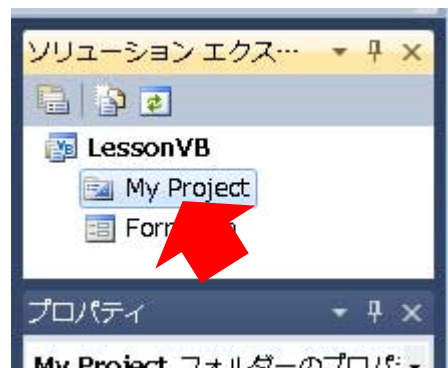

図 3 プロジェクトのプロパティウィンドウを開く(Visual Basic)
- ① プロジェクトのプロパティを開きます。
ソリューションエクスプローラの My Project をダブルクリックするか(図 3)、メニューバーから [プロジェクト]>[プロパティ (P)]をクリックしてください。